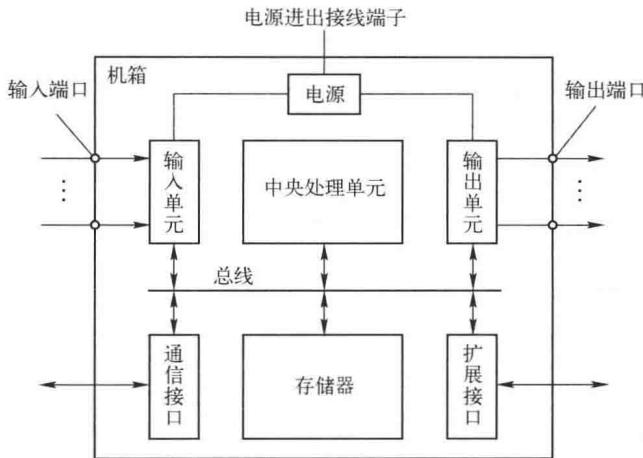

图 1-7 整体式结构
- ① 整体式结构：是把中央处理单元、存储器、I/O 单元、I/O 扩展接口单元、外部设备接口单元和电源单元等集中在一个机箱内，I/O 端子及电源进出接线端子分别设置在机箱的两侧，如西门子公司的 S7-200，如图 1-7 所示。这种结构具有输入/输出点数少、体积小等优点，适用于单体设备的开关量自动控制和机电一体化产品的开发应用等场合。